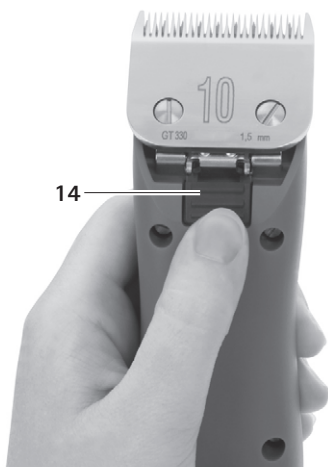

Рис. 3
- Нажать на фиксатор стригущей головки **14**, см. Рис. 3.